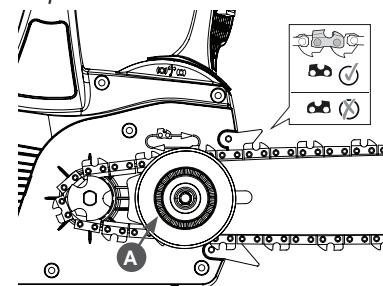

Рис. 3 Установка шины
4. Возьмите шину. Вращая колесо А накладки шины (Рис. 3) против часовой стрелки переместите его в самое переднее положение нашине. Установите ведущие звенья пильной цепи в пазы шины.